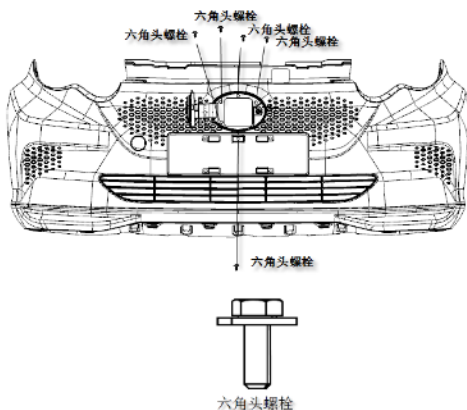

图 2-3
- (4) 按压前保险杠的充电口盖，打开充电口盖，用 8#套筒取下充电口盖和钣金配合的 5 个六角头螺栓，如图 2-3 所示；